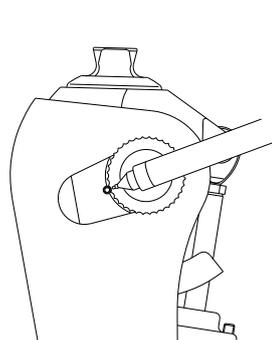

図6
1. 歯付止めボルトの回転位置の目安とするため、回り止めネジと接している歯付止めボルトの谷にマジックなどで印をつけます。(図6参照)